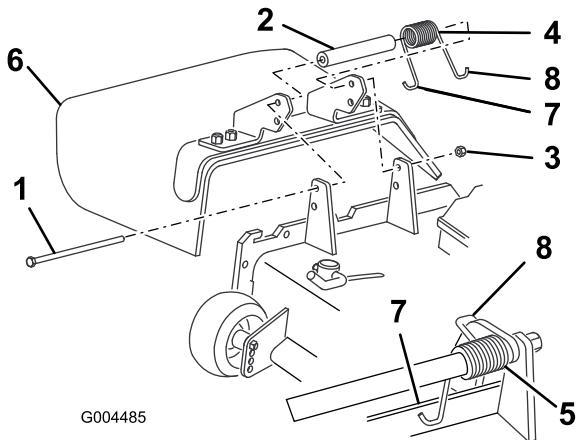

図 71
2. デフレクタをピボットブラケットに固定しているロックナット、ボルト、スプリング、スペーサを外す(図 71)。デフレクタを取り外す。
3. デフレクタのブラケットの間にスペーサとスプリングを入れる(図 71)。スプリングの左側のフックを、デッキのエッジに引っ掛ける。
**注** ボルトを取り付ける前に、スプリングのJ字フックがデッキの後部エッジに図 71 のように取り付けられていることを確認してください。
4. ボルトとナットを取り付ける。スプリングの右側のフックを、デフレクタに引っ掛ける図 71。